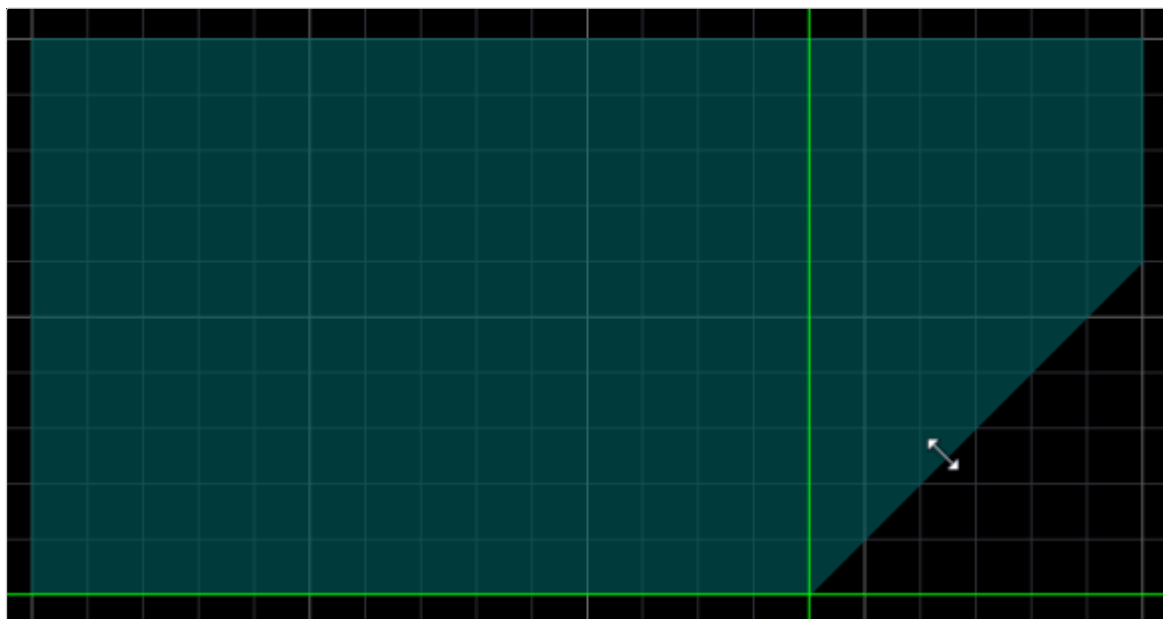

Рисунок 226. Изменение формы полигона в режиме фаски
- Режим фаски — в этом режиме перемещение точки внутрь угла создает дополнительную фаску, укорачивая смежные ребра, но не перемещая их (см. рисунок 226).